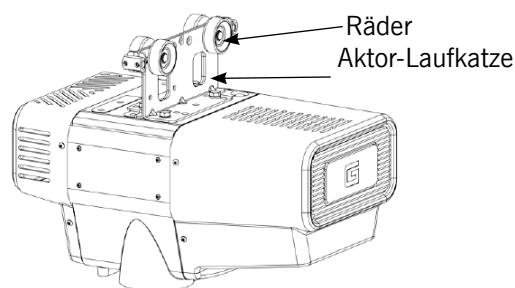

Abbildung 2-3A. Standard-Aktorbaugruppe.
- 3.1. Der Standard-G-Force® wird mit vormontierten Rädern an der Aktorlaufkatze bereitgestellt (**Abbildung 2-3A**).